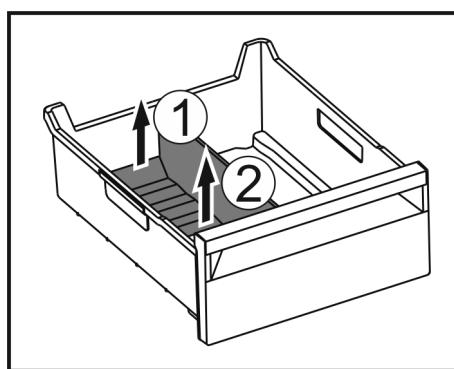

Fig. 146
- Повдигнете задната част на разделителя на отделението за лед. Fig. 146 (1)
- Извадете разделителя на отделението за лед нагоре. Fig. 146 (2)